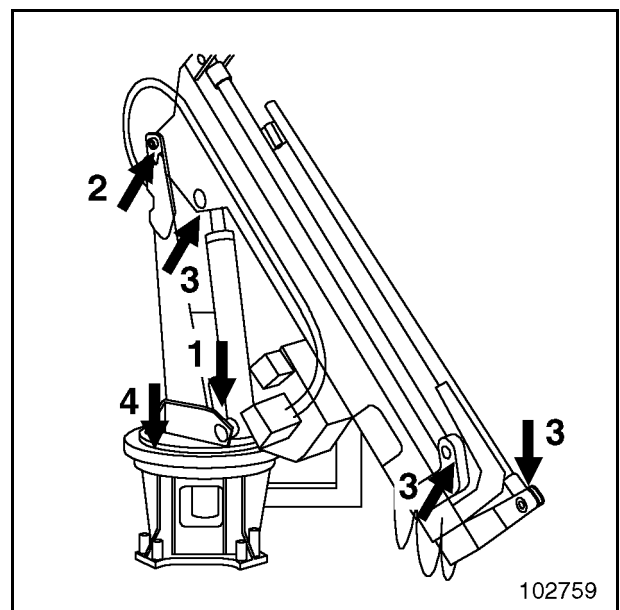

Fig. 3-148
- Regelmäßig und bei Bedarf alle Lager abschmieren und den Drehkranz mit einem Graphitspray einsprühen (Fig. 3-148)